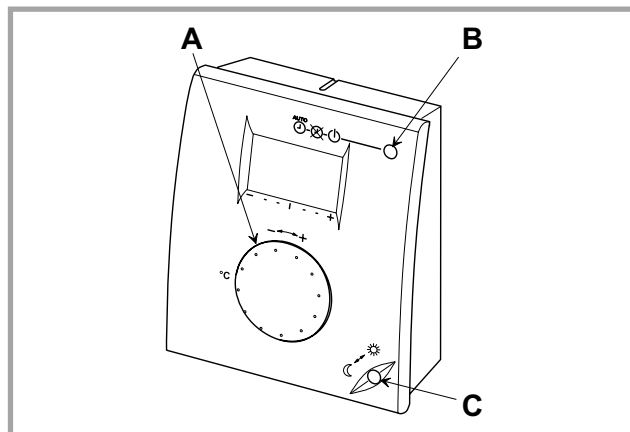

Fig. 38 - Sonda ambiente
- Si la corrección es inferior a 3 °C, accionar el botón de corrección (A, fig. 38) de la sonda ambiente o modificar el valor normal consignado en el regulador.